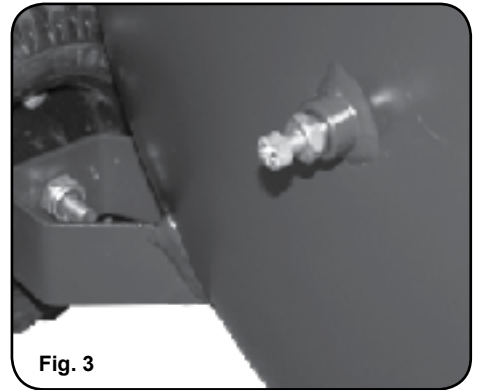

Fig. 3
1. Ouvrez (tournez le bouton moleté en laiton dans le sens anti-horaire) le robinet d'évacuation d'humidité du réservoir d'air (*fig. 3*) pour laisser l'air s'échapper, de sorte qu'il n'y ait pas d'accumulation de pression dans le réservoir d'air.
2. Ouvrez le robinet de purge sous le réservoir (fig. 3) pour évacuer l'air et l'humidité.